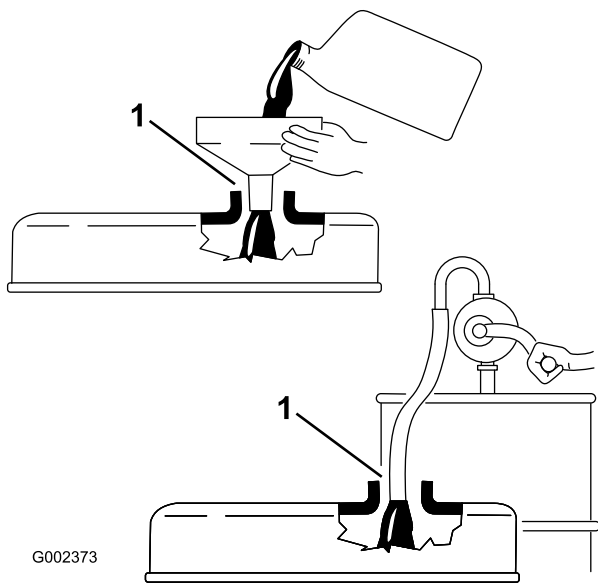

Figura 13
**Importante:** Al añadir aceite de motor o al cambiar el aceite, debe haber holgura entre el dispositivo de llenado de aceite y el orificio de llenado de la tapa de las válvulas, según se muestra en Figura 13. Esta holgura es necesaria para permitir la ventilación durante el llenado, lo cual evita que el aceite se derrame sobre el respiradero.